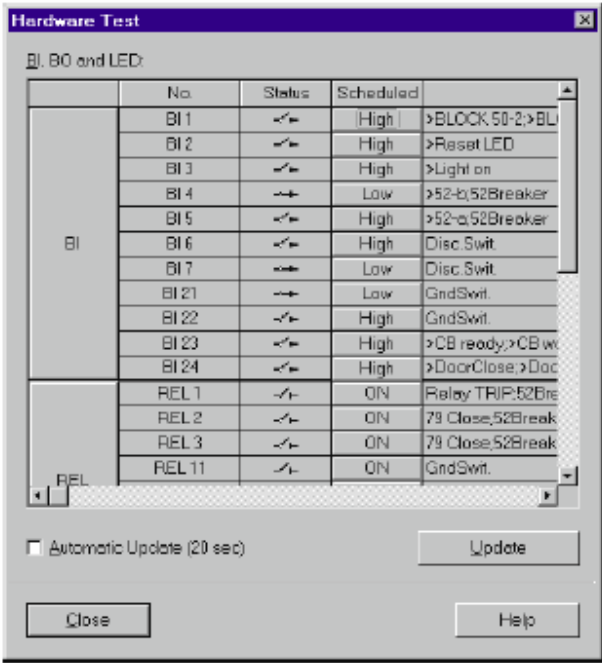

图3-22 硬件测试对话框示例
- ☐ 双击”hardware test”，对话框就会弹出（如图3-22所示）。